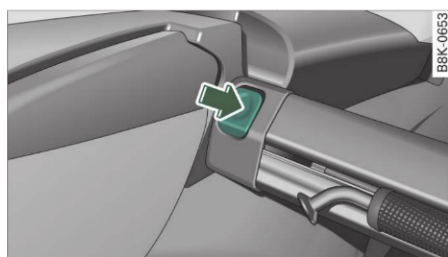

Fig. 79 În spatele spătarului spate: Desfaceți plasa despărțitoare
- Apăsăți tasta din stânga și din dreapta ⇒ fig. 79 plasei despărțitoare și scoateți-o în sus.